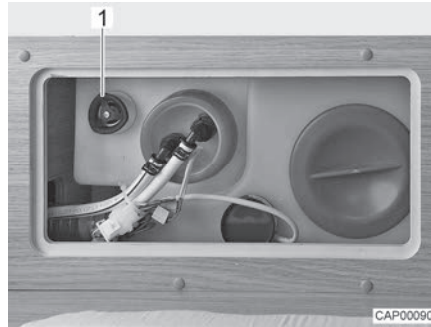

Bild 119 Wassertank mit Drehgriff
- Auf dem Wassertank den Drehgriff (Bild 119,1) entgegen dem Uhrzeigersinn über den Widerstand hinaus bis zum Anschlag drehen, um die Ablauföffnung vollständig zu öffnen.